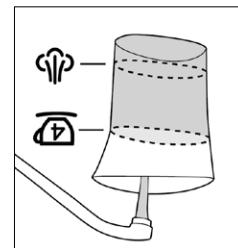

Figura 9
3. Introduzca la máquina en el deposito de agua para espumar la leche (Figura 9).